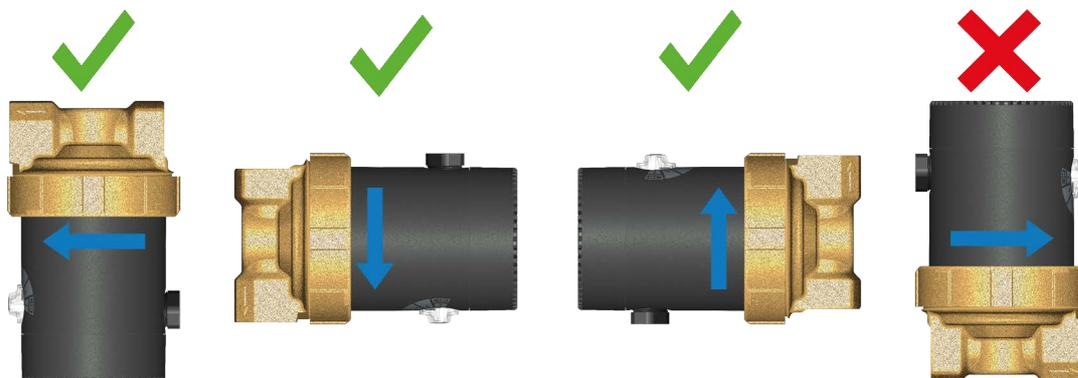

Figura 5
- Instalar numa das posições de montagem permitidas (consultar **Figura 5** na página **16**).